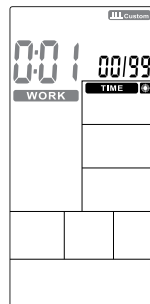

Figure 33
② Die TIME leuchtet weiter, WORK und 0:01 blinken, drücken Sie UP/DOWN, um die Trainingszeit im Bereich 0:00~9:59 kreisförmig einzustellen (Abbildung 33). Drücken Sie ENTER, um die Einstellung zu bestätigen, während der Summer 1 Sekunde lang ertönt und INTERVAL CUSTOM weiter aufleuchtet.
② The TIME continues lighting up, WORK and 0:01 will flash, press UP/DOWN to set training time within 0:00~9:59 circularly (Figure 33). Press ENTER to confirm along with buzzer beeps 1s and INTERVAL CUSTOM continues lighting up.